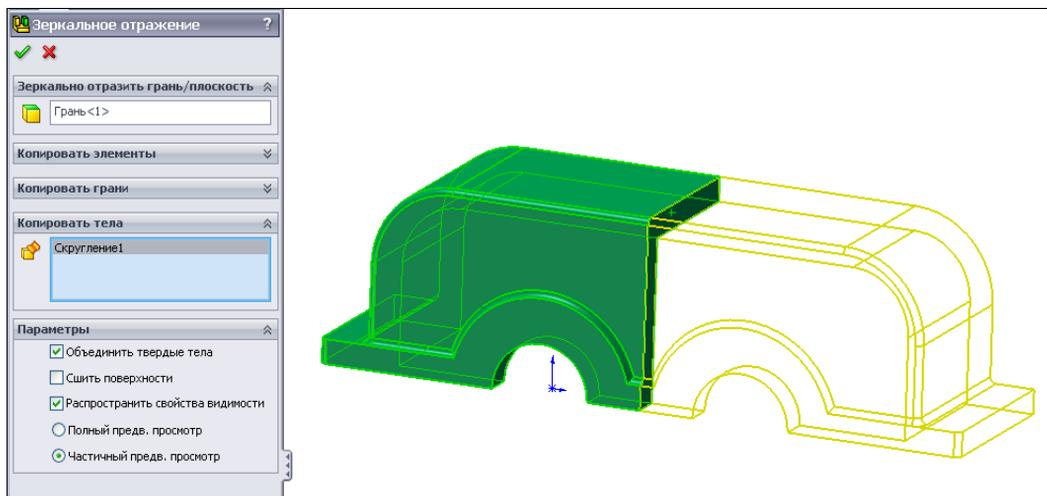

Рис. 2.130
1. На основании четверти корпуса редуктора построим его половину. Для этого активируем кнопку  — **Зеркальное отражение** на панели инструментов **Элементы**. На экране появится окно **Зеркальное отражение** (рис. 2.130). В разделе **Зеркально отразить грань/плоскость** укажем грань детали, относительно которой будет построено зеркальное отражение, а в разделе **Копировать тела** обозначим твердое тело четверти корпуса редуктора (рис. 2.130).